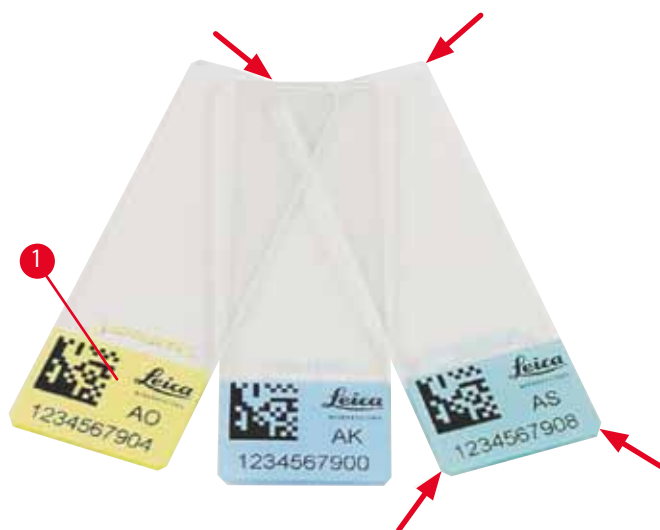

Рис. 4
Только стандартные предметные стекла с окрашенными краями с возможностью маркировки (→ "Рис. 4-1") могут маркироваться в Leica IP S (→ "Рис. 4").
- Чтобы уменьшить количество стеклянной пыли и снизить риск механических повреждений, используйте только предметные стекла со срезанными углами (срез 45° на каждом углу, (→ "Рис. 4")).